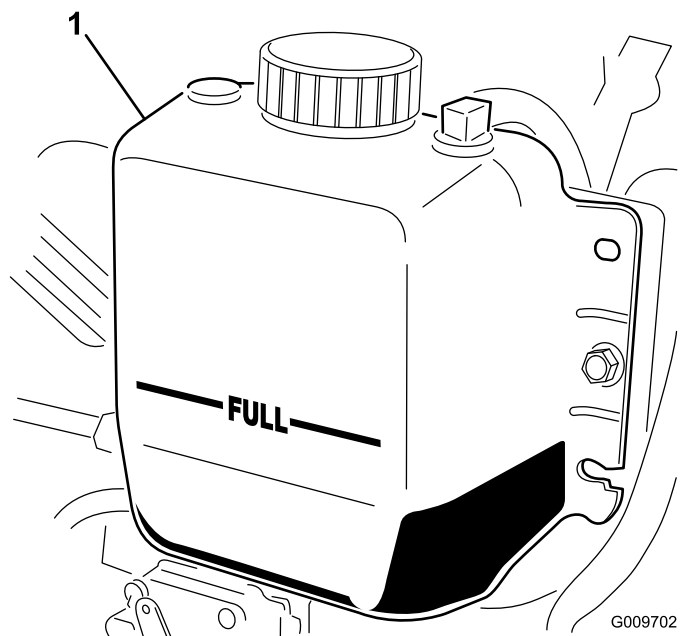

図 111
3. ラジエーター内部の液量を点検する。ラジエーターは補給口の首の部分まで、補助タンクはFULLマークまでであれば適正です 図 111。